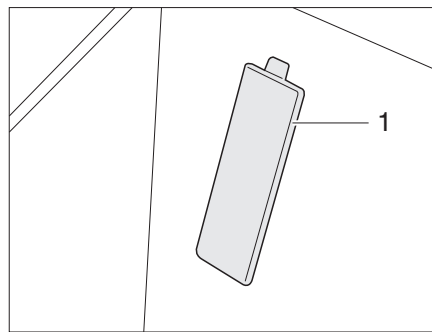

Bild 369 Täckplatta chassinumret (basfordon Fiat)
- ▷ På fordon med Fiat-chassi sitter chassinumret bakom en täckplatta (Bild 369,1) vid ingången på passagerarsidan.